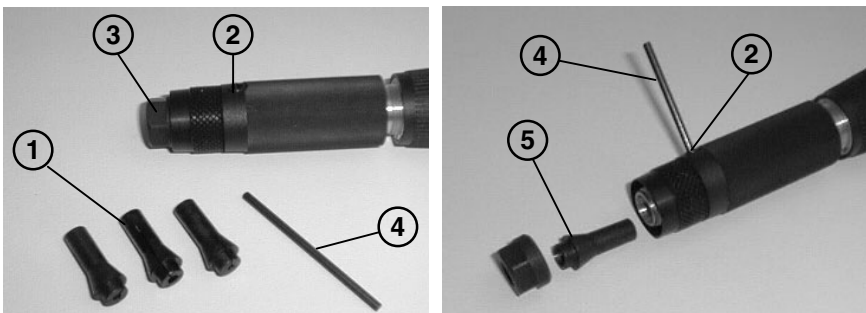

Abb. 9
Gemäß Abbildung 9) sind im Lieferumfang vier Spannzangen (1) für unterschiedliche Werkzeugdurchmesser (2,35 - 3 - 4 - 6 mm) enthalten.